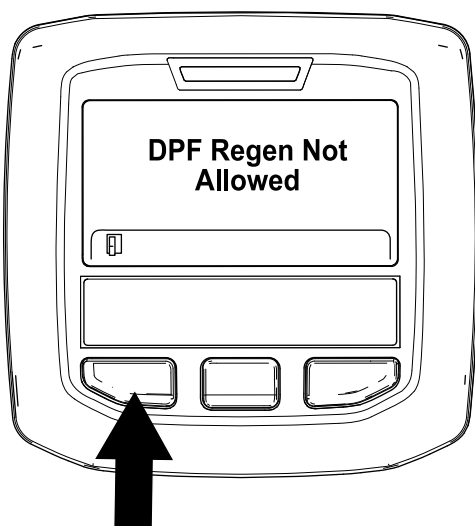

Figura 45
- Se il processo di rigenerazione non è consentito dal computer del motore, viene visualizzato il messaggio "Rigen. FAP non consentita" nell'InfoCenter (Figura 45). Premete il pulsante sinistro per uscire e tornare alla schermata Home.